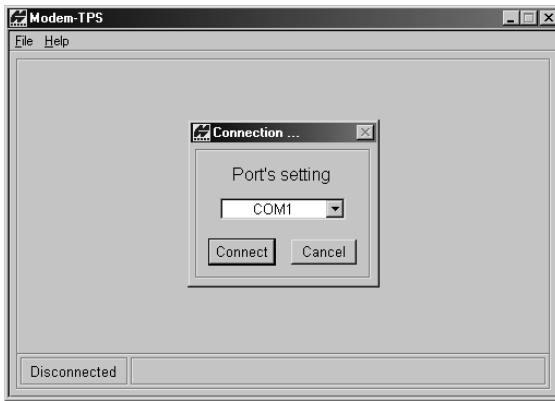

Figura 2-25. Cuadro de diálogo Connection del Modem-TPS
3. Inicie el Módem de TPS. En el cuadro de diálogo **Connection**, seleccione el puerto serial de su computadora al que se conectará el receptor y haga clic en **Connect** (Figura 2-25 en la página 2-35).